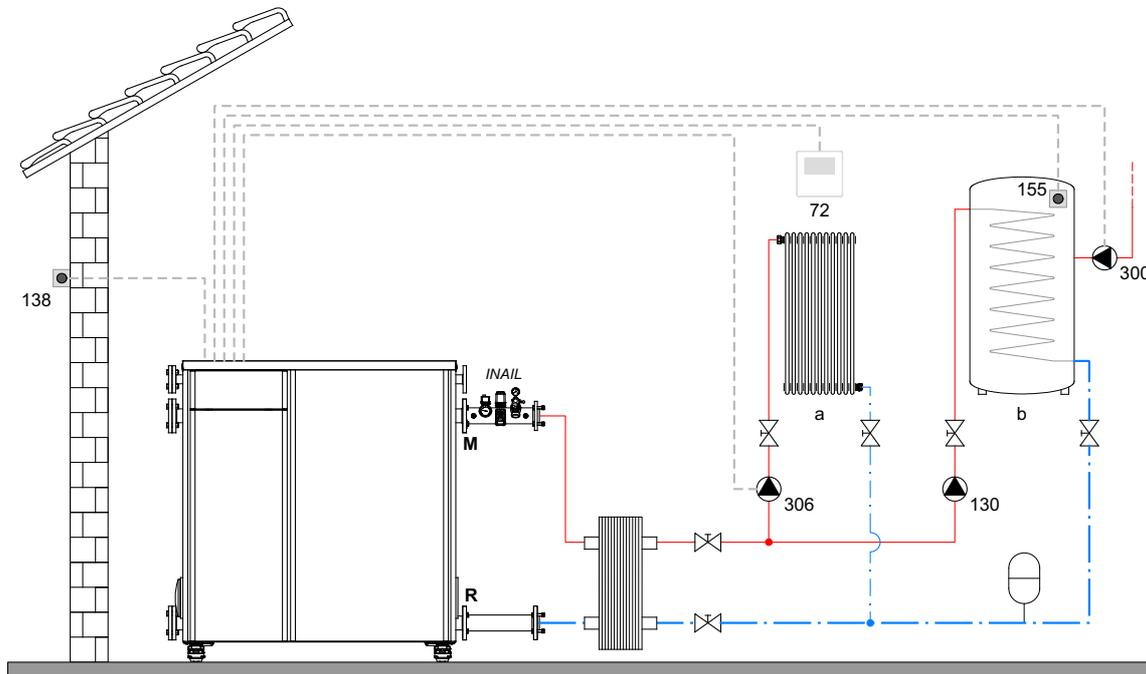
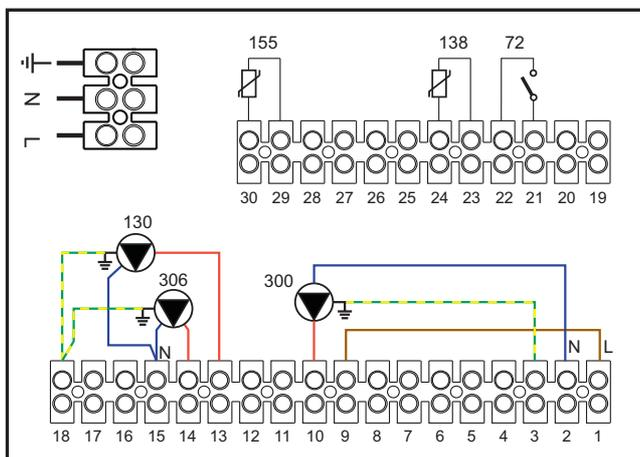

fig. 58
fig. 59
**Legend (fig. 58 and fig. 59)**